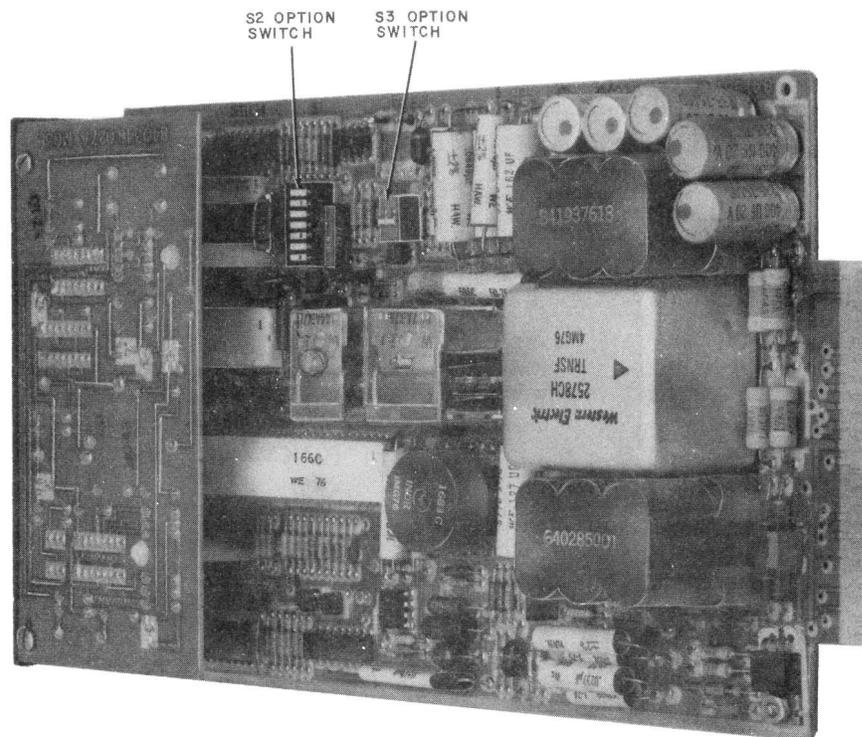

Fig. 2—DS 113DR-L1
- **DS 113DR-L1:** Printed circuit pack assembly shown in Fig. 2.